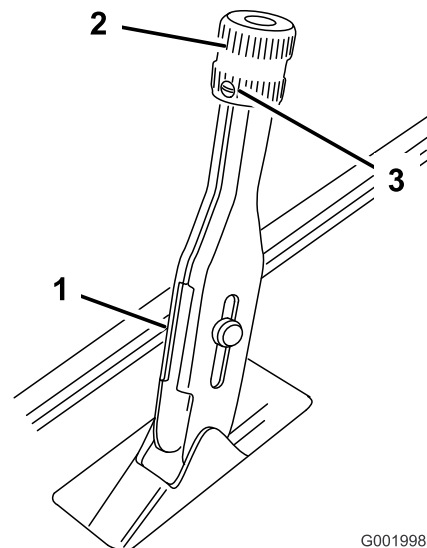

Bild 65
1. Lockern Sie die Stellschraube, mit der das Handrad am Feststellbremshebel befestigt ist (Bild 65).